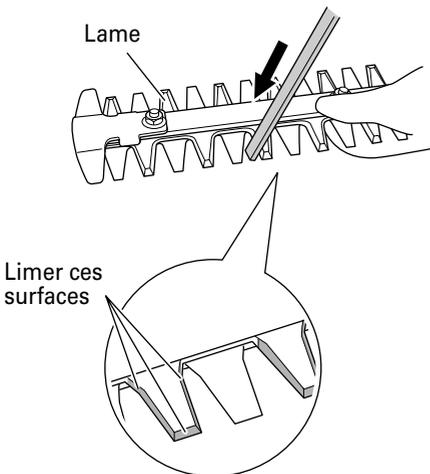

Fig. 12
1. Aiguisage de la lame (Fig. 12)